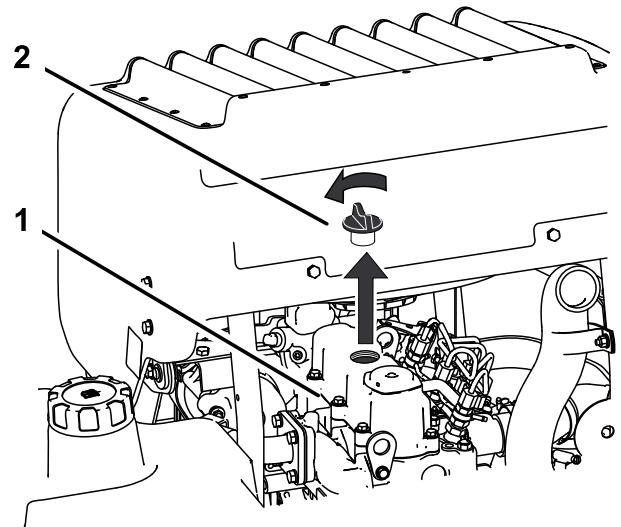

Bild 45
6. Nehmen Sie den Deckel des Einfüllstutzens oben am Motor ab (Bild 45). Dies erleichtert das Ablassen des Öls.
2. Nehmen Sie den Peilstab und den Deckel ab (Bild 45).